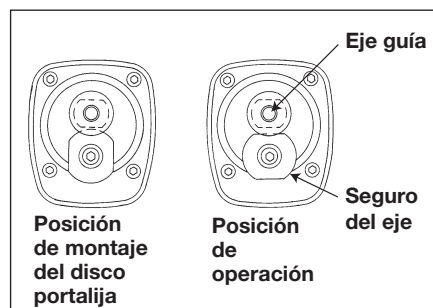

Figura 2 - Ensamble del cojín de lijado
2. Asegure el eje guía en su posición antes de acoplar el disco portalija. Gire el seguro del eje hasta que éste enganche con el eje guía y ajuste con la mano el disco portalija en el sentido de las agujas del reloj (Véase Figura 2).